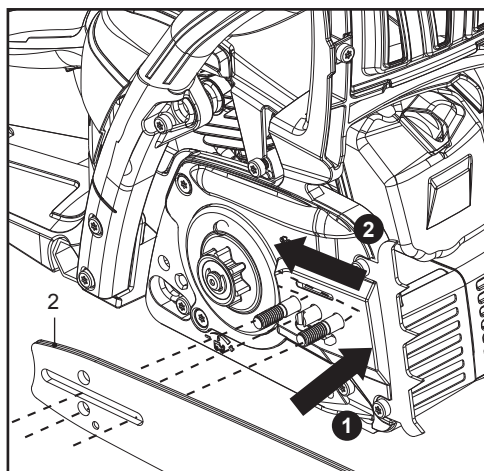

Fig. 3
3. Pune fanta lamei de ghidare (2) peste cele 2 șuruburi (pasul 1, Fig. 3).
4. Apasă lama de ghidare (2) în stânga spre roata dințată de antrenare (pasul 2, Fig. 3).